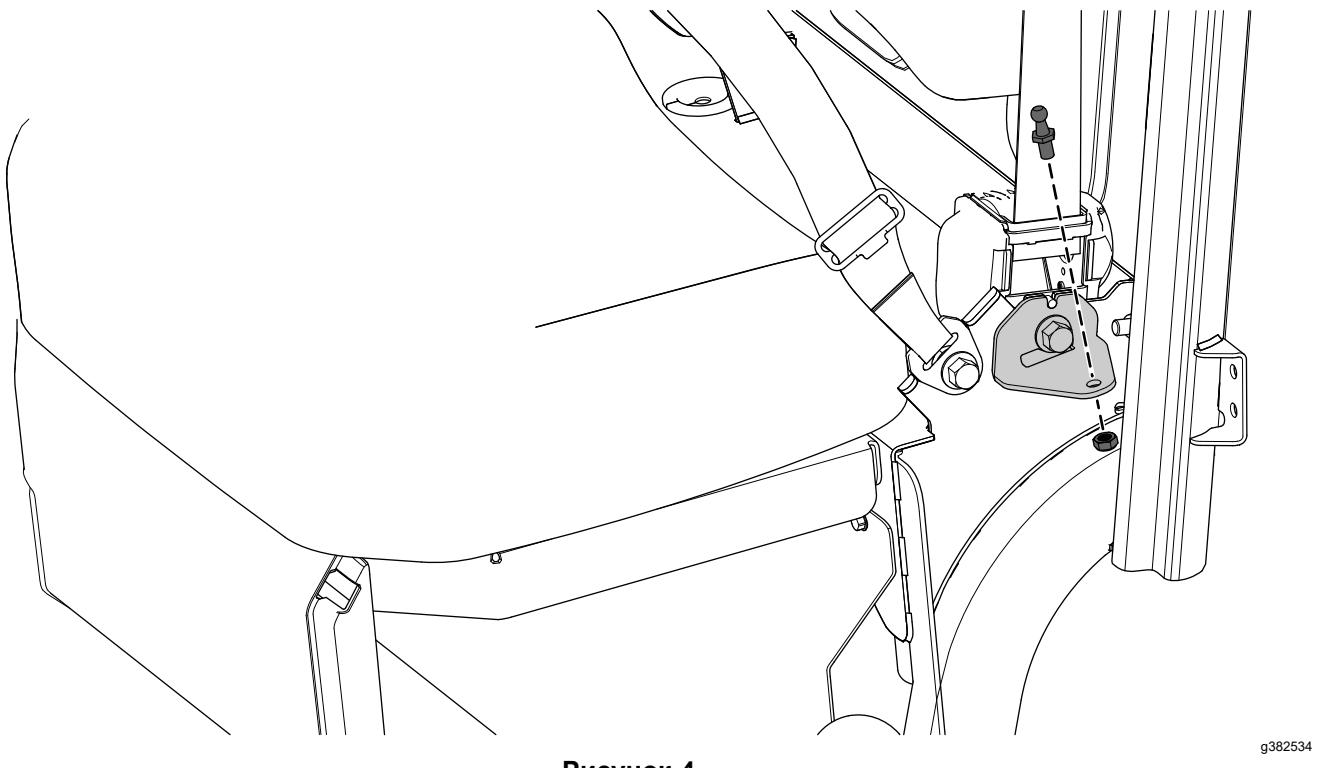

Рисунок 4
4. Прикрепите опорную стойку к левому кронштейну опоры двери с помощью контргайки (5/16 дюйма), как показано на Рисунок 4.